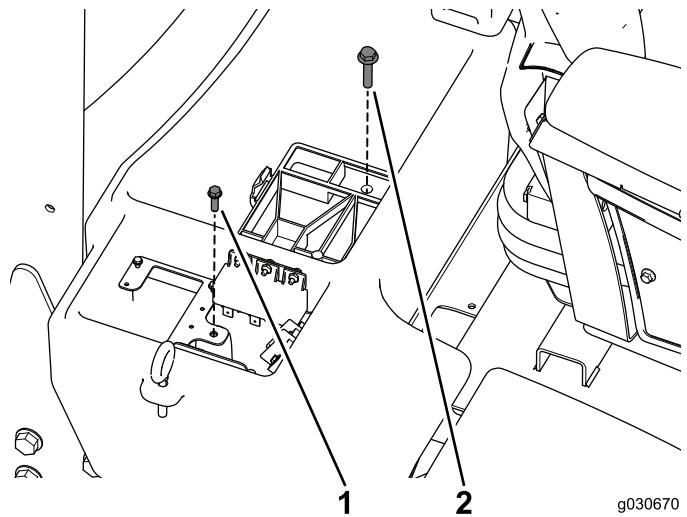

Рисунок 3
4. Выверните и сохраните винт крепления пластины жгута проводки и болт крепления отделения аккумуляторной батареи (Рисунок 3).